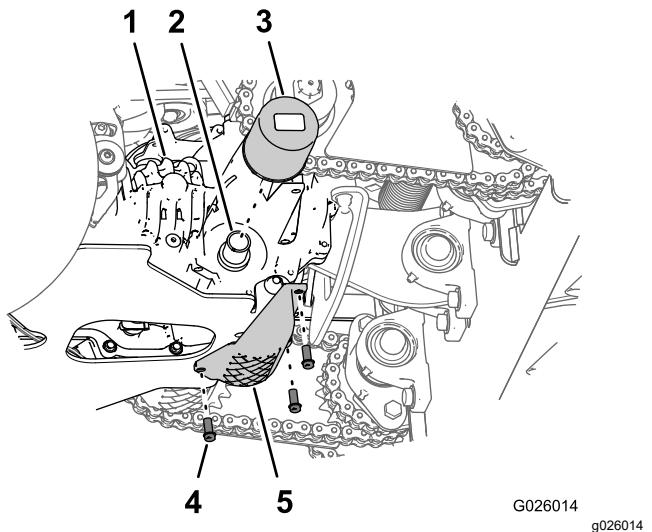

Figure 57
3. Retirez les 3 boulons à embase (1/4 x 3/4 po) qui fixent la protection du filtre à la transmission, et déposez la protection (Figure 57).
4. Nettoyez la surface autour du filtre de transmission (Figure 57).
6. Tournez le filtre dans le sens antihoraire et déposez-le (Figure 57).
8. Posez le filtre en le tournant dans le sens horaire sur l'adaptateur jusqu'à ce que le joint rejoigne la base de l'adaptateur, puis serrez encore le filtre de 3/4 à 1 tour (Figure 57).
9. Montez la protection du filtre au moyen des 3 boulons à embase (1/4 x 3/4 po) que vous avez retiré à l'opération 3 (Figure 57); serrez les boulons à un couple de 10,17 à 12,43 N·m (90 à 110 lb·po).